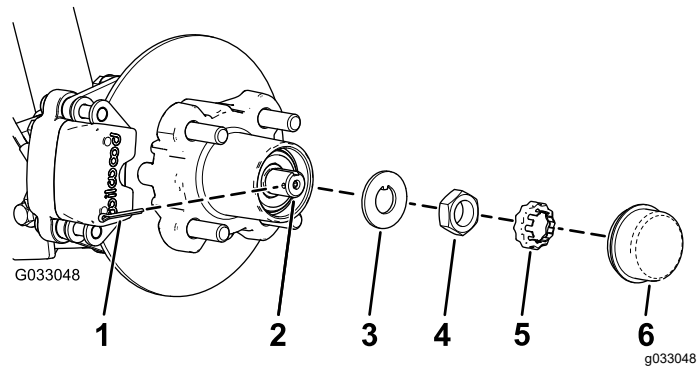
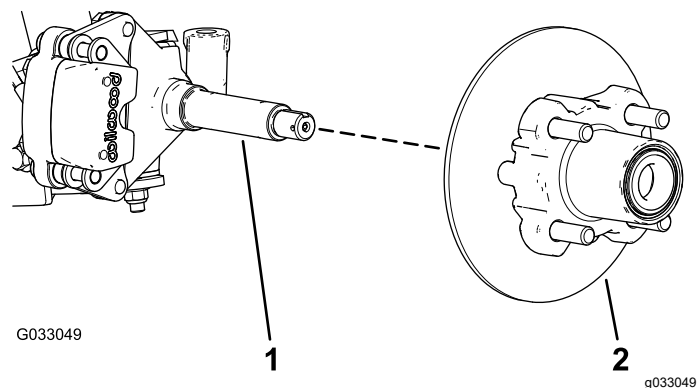

Figure 28
Figure 29
4. Retirez le couvre-moyeu du moyeu (Figure 28).
5. Retirez la goupille fendue et le frein d'écrou de la fusée et de son écrou (Figure 28).
6. Enlevez l'écrou de la fusée, et séparez l'ensemble moyeu et rotor de la fusée (Figure 28 et Figure 29).